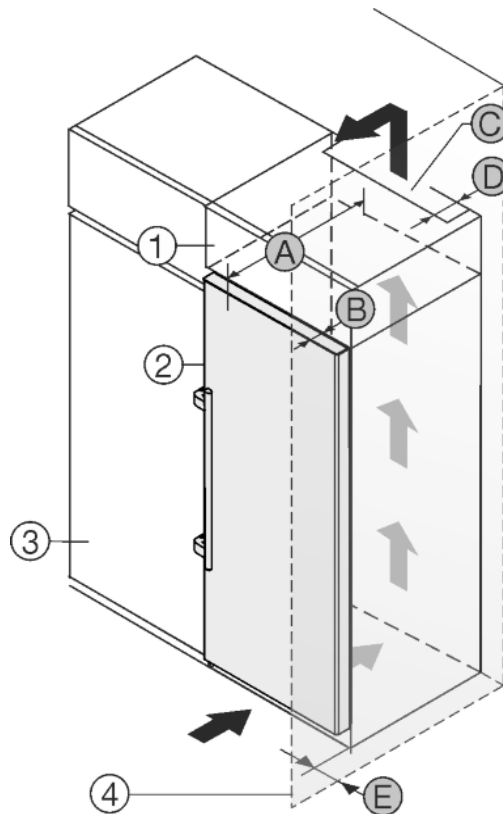

Fig. 9
Skåpet kan byggas in med köksskåpen. För att anpassa skåpet *Fig. 9 (2)* till höjden på köksskåpen kan ett överskåp *Fig. 9 (1)* monteras.
Skåpet kan placeras direkt intill köksskåpet *Fig. 9 (3)*. För att öppna dörrarna helt måste skåpet skjutas ut med djupet *Fig. 9 (B)* i förhållande till köksskåpets front. Beroende på köksskåpens djup och användningen av väggdistanshållare kan skåpet skjutas ut ännu mer.
- På överskåpets baksida ska det finnas ett ventilationsschakt med djupet *Fig. 9 (D)* längs hela överskåpets bredd.
- Under innertaket måste ventilationsarean *Fig. 9 (C)* observeras.
Om skåpet placeras med gångjärnen vid en vägg *Fig. 9 (4)* ska avståndet *Fig. 9 (E)* mellan skåpet och väggen observeras. Detta motsvarar handtagsavståndet med öppen dörr.